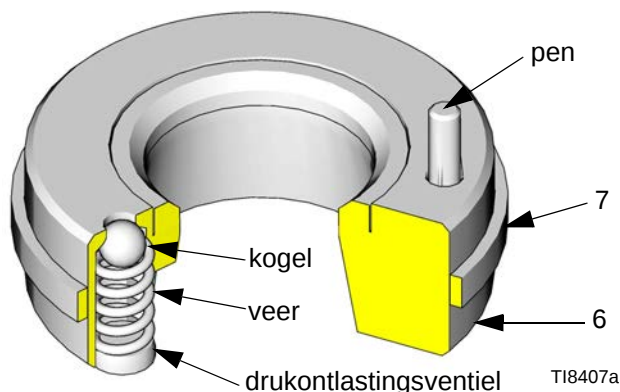

FIG. 3. Inlaatzitting met drukontlastingsventiel
13. Verwijder de leidingen (3) en de cilinder (1). Trek de zuiger uit de cilinder. Controleer de oppervlakken van de zuigerstang (17) en de binnenkant van de cilinder en van de leidingen. Als een van de onderdelen versleten of beschadigd is, vervang die dan.
14. Verwijder het inlaatspruitstuk (18) van de bankschroef.
15. Verwijder de vier bevestigingsschroeven (9) en sluitringen (8) van het inlaatspruitstuk (18).
OPMERKING: een inlaatzitting (6) bevat een drukontlastingsventiel. Zie FIG. 3. Deze zitting moet zich precies op de plek bevinden die wordt aangegeven (de linkerzijde zoals afgebeeld in FIG. 4). Gebruik het tekstblok in de inlaatbehuizing als leidraad.
16. Verwijder de kogels (5), inlaatzittingen (6 en 33) en pakkingen (7).
Laat de kogels (5) of zittingen (6 en 33) niet vallen en beschadig ze niet. Een beschadigde kogel of zitting dicht niet goed af, waardoor de pomp zal gaan lekken. Een zitting van het inlaatventiel (33) kan worden omgekeerd zodat de zitting langer meegaat. De zitting van de vloeistofinlaat (6) bevat echter een drukontlastingsventiel en kan niet worden omgekeerd. Zie FIG. 3 voor de juiste oriëntatie.
17. Kijk het drukontlastingsventiel in de zitting (6) na om te controleren of deze niet verstopt is. Druk omlaag op de kogel van het ventiel om te zien of de kogel en de veer vrij kunnen bewegen. Zie FIG. 3.